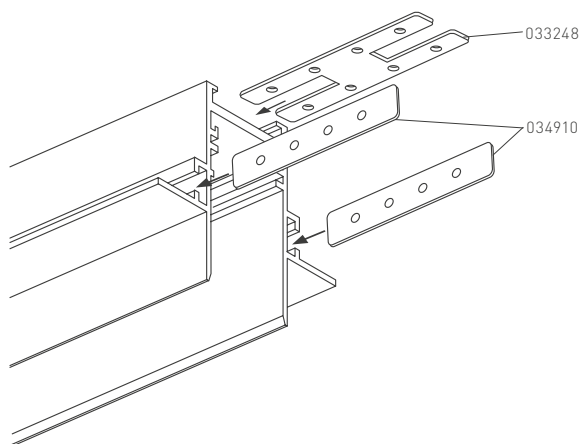

Рис. 3. Установка коннекторов для системы MAG-25
- 3.12. Установите в пазы шинопровода прямые коннекторы MAG-CON-2540-UP-SIDE (BK) (арт. 034910) и MAG-CON-25-UP (BK) (арт. 033248) на половину их длины и закрепите установочными винтами из комплекта поставки (см. рисунок 3).